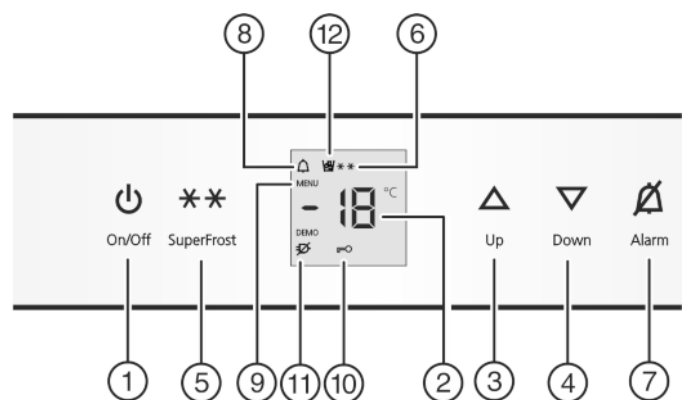

Fig. 2
- ▶ Pulse la tecla On/Off Fig. 2 (1).
- ▶ Activar el modo de ajuste: pulse la tecla SuperFrost Fig. 2 (5) durante aprox. 5 s.
- ▷ El símbolo de menú Fig. 2 (9) se ilumina.
- ▶ Pulse brevemente la tecla SuperFrost Fig. 2 (5) para confirmar.
- ▶ Para activar el bloqueo contra la manipulación por niños, pulse brevemente la tecla SuperFrost Fig. 2 (5).
- ▷ El símbolo del bloqueo contra la manipulación por niños Fig. 2 (10) se ilumina. En el indicador parpadea **⌂**.
- ▶ Para desactivar el bloqueo contra la manipulación por niños, pulse brevemente la tecla SuperFrost Fig. 2 (5).
- ▷ El símbolo del bloqueo contra la manipulación por niños Fig. 2 (10) se apaga. En el indicador parpadea **⌂**.
- ▶ Desactivar el modo de ajuste: pulse la tecla On/Off Fig. 2 (1).
- ▶ Pulse la tecla Alarm Fig. 2 (7).
Simultáneamente, parpadea la indicación de temperatura y el símbolo de alarma Fig. 2 (8).
El tono de aviso se desactiva automáticamente, el símbolo de alarma Fig. 2 (8) se apaga y la indicación de temperatura deja de parpadear cuando la temperatura vuelve a descender lo suficiente.
► Ajuste de aumento de temperatura: Pulse la tecla de ajuste Up Fig. 2 (3).